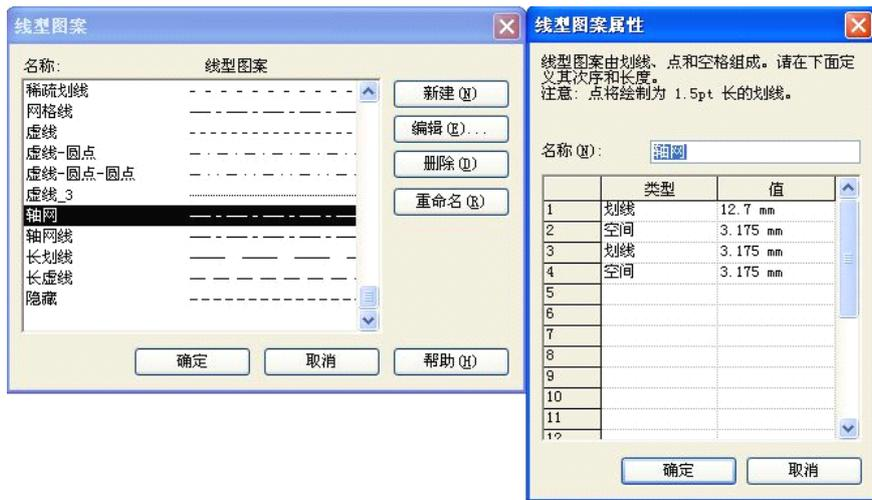

图 21.3-1
- 单击“编辑”或“新建”按钮打开“线型图案属性”对话框，编辑或新建线型图案即可（如图 21.3-1 所示）。